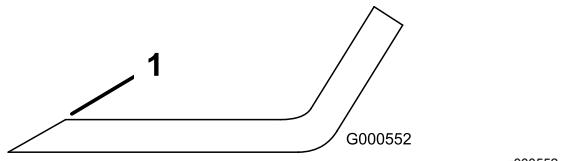

Figure 81
1. Au moyen d'une lime, aiguisez les tranchants aux deux extrémités de la lame (Figure 81).
Remarque: Si la lame est déséquilibrée, limez un peu l'extrémité de l'ailette seulement (Figure 81).